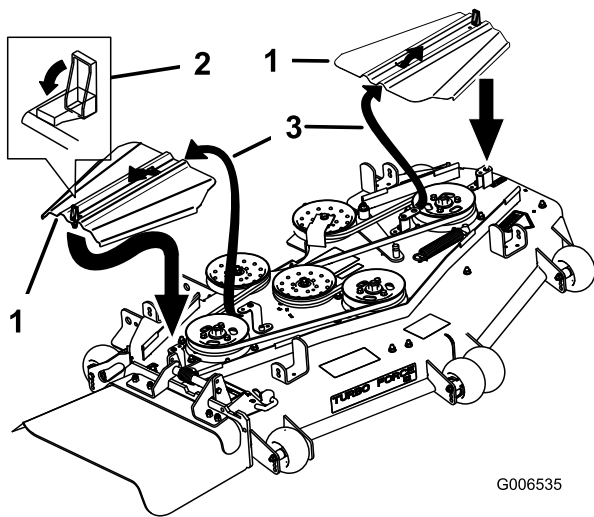

Figure 63
12. Posez les couvercles en les insérant dans la languette, vissez les boulons en place et fermez les fixations (Figure 63).